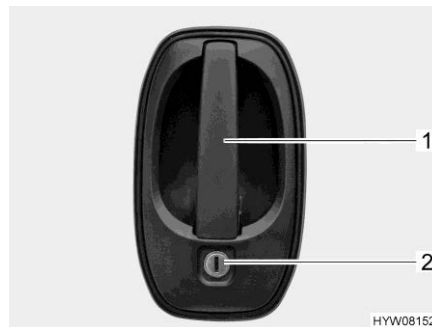

Fig. 62 Serrure de la porte (porte chauffeur/cellule à l'extérieur)
- Insérer la clé dans le barillet (Fig. 62,2) et la tourner jusqu'à ce que la serrure de la porte soit déverrouillée.
- Tirer sur la poignée de la porte (Fig. 62,1). La porte est ouverte.
- Insérer la clé dans le barillet (Fig. 62,2) et la tourner jusqu'à ce que la serrure de la porte soit verrouillée.